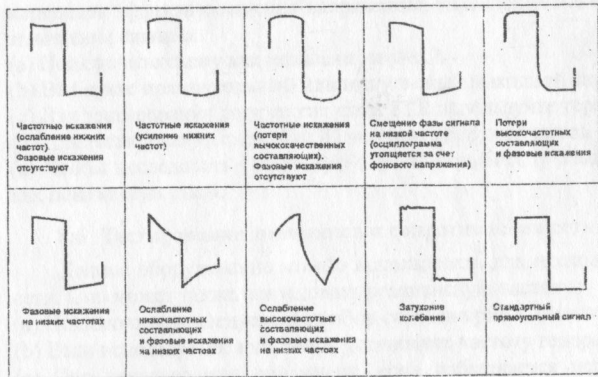

Рис.6
4. Форма выходного сигнала предыдущего пункта связана с частотой. На рис.6 приведены некоторые возможные варианты.